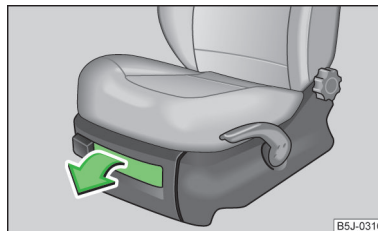

Fig. 72
- Tirez sur la poignée pour ouvrir le volet » fig. 72.